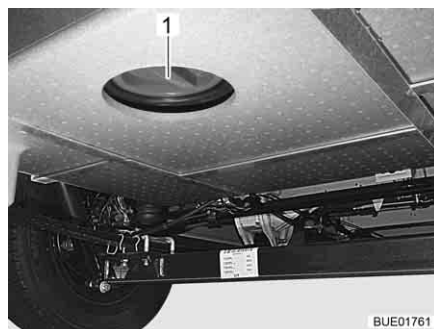

Bild 178 Rengöringsöppning avloppstank
- Öppna avloppstankens rengöringsöppning (Bild 178, 1) och avtappningskranen.